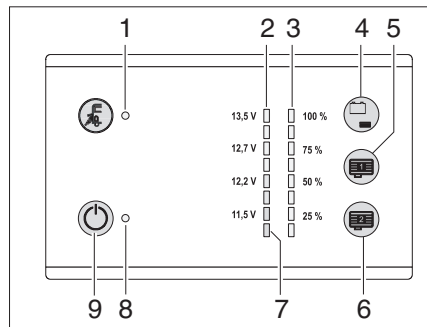

Bild 91 Panel LT 101 / LT 102
Der Tankfüllstand des Wassertanks kann mit dem Sensor-Tastfeld (Bild 91,4) abgefragt werden.
- Sensor-Tastfeld (Bild 91,4) berühren: Der Füllstand des Wassertanks wird in vier Stufen mit den LEDs (Bild 91,3) (25 % bis 100 %) angezeigt.
Die Tankfüllstände der innenliegenden Abwassertanks (Sonderausstattung) können mit den Sensor-Tastfeldern (Bild 91,5 und 6) abgefragt werden.
- Sensor-Tastfeld (Bild 91,5 oder 6) berühren: Der Füllstand des entsprechenden Tanks wird in vier Stufen mit den LEDs (Bild 91,3) (25 % bis 100 %) angezeigt.
Die rote Warn-LED (Bild 91,7) blinkt, sobald die Spannung der Wohnraumbatterie nur noch 11 V (Messung im laufenden Betrieb) beträgt und damit Tiefentladung droht.
Mit dem Sensor-Tastfeld (Bild 91,4) kann der Ladezustand der Wohnraumbatterie abgefragt werden.
**Anzeigen:** ■ Sensor-Tastfeld (Bild 91,4) berühren: Ladezustand der Wohnraumbatterie wird angezeigt.
Der 12-V-Hauptschalter (Bild 91,9) schaltet das Panel und die 12-V-Versorgung des Wohnraums ein und aus.
**Einschalten:** ■ Sensor-Tastfeld (Bild 91,9) berühren: Die 12-V-Versorgung des Wohnraums ist eingeschaltet. Die Kontroll-Leuchte (Bild 91,8) leuchtet grün.
**Ausschalten:** ■ Sensor-Tastfeld (Bild 91,9) erneut berühren: Die 12-V-Versorgung des Wohnraums ist ausgeschaltet. Die 12-V-Kontroll-Leuchte (Bild 91,8) erlischt.
- ▷ Blinkt die Warn-LED Tiefentladung (Bild 91,9), kann die Versorgung nicht eingeschaltet werden, da die Batteriespannung zu niedrig ist.